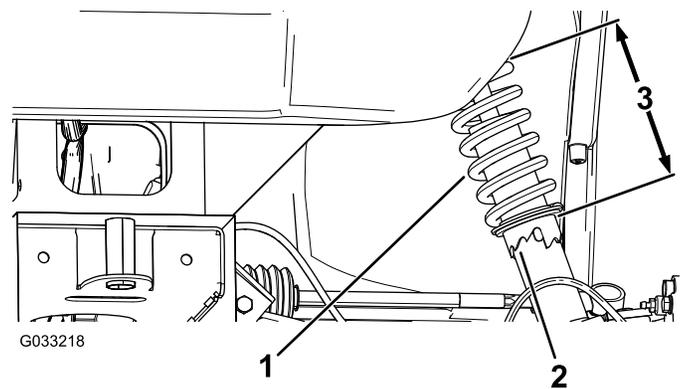

Рисунок 40
2. Если развал не отрегулирован, используйте ключ, чтобы повернуть кольцо на амортизаторе для выравнивания колеса (Рисунок 40).